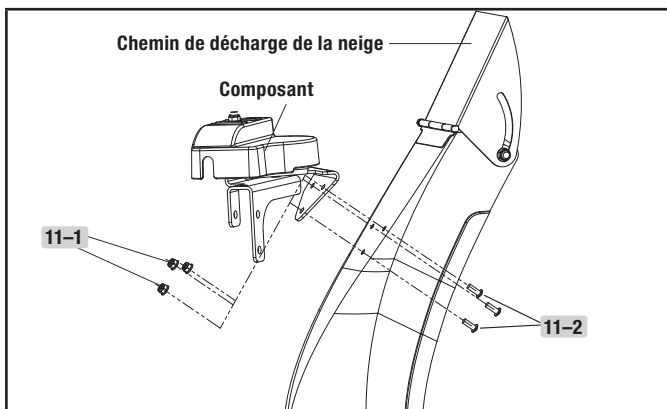

Figure 11A
2. Serrer la goulotte d'évacuation de la neige et la vis sans fin à l'aide de trois boulons (11-1) et trois écrous (11-2). (figure 11A)